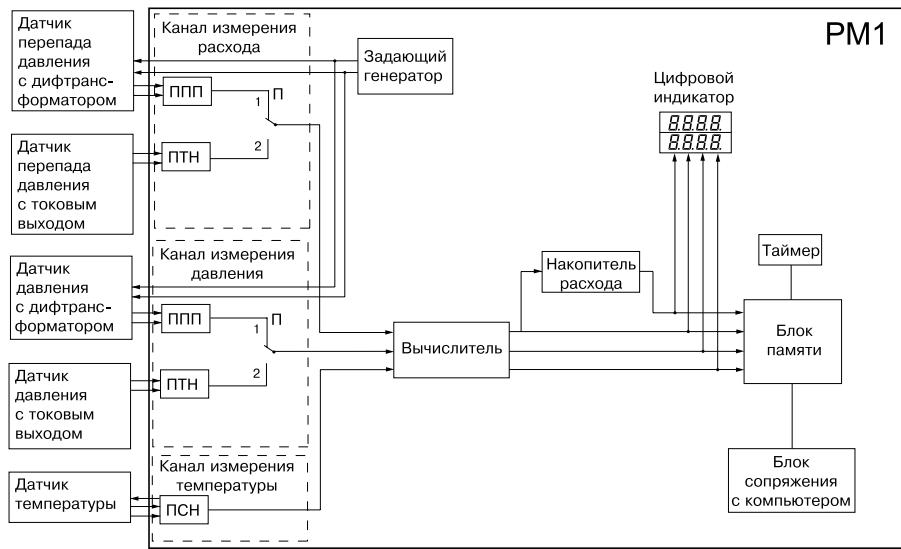

Рис. 3
3.2.1. Общая функциональная схема расходомера PM1 приведена на **рис. 3**.